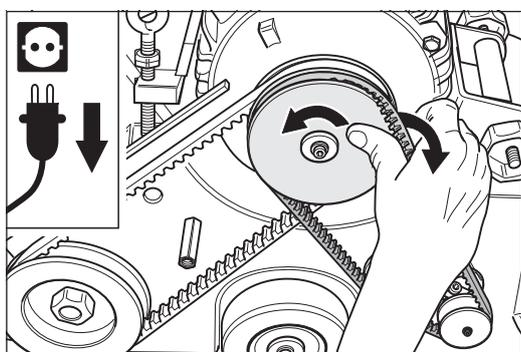

Fig. 51 Desmontaje de la correa trapezoidal para la aspiración.
- 3 Abra el tornillo de apriete del tensor de la correa para la correa trapezoidal del ventilador y descargue la correa trapezoidal y luego retírela (Fig. 51).